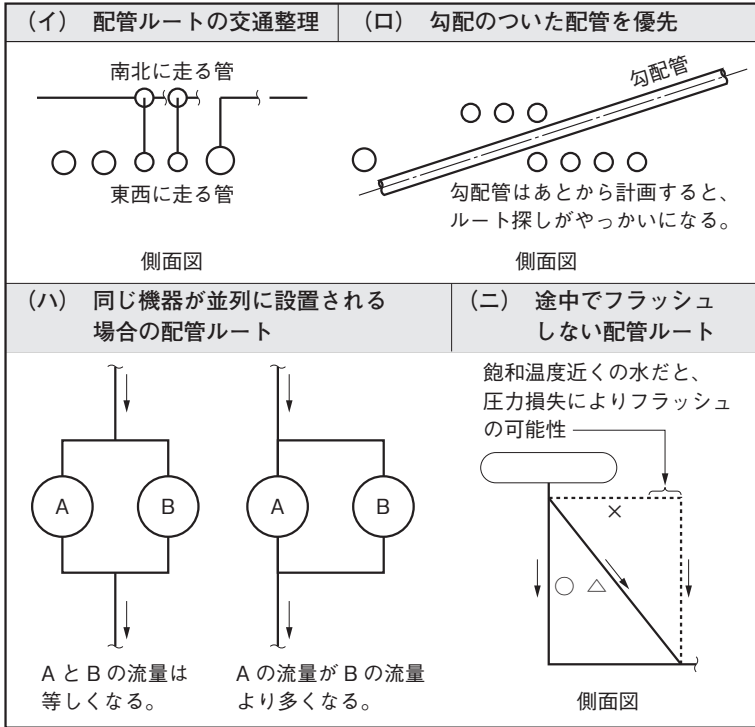

図 1-6 配管ルートの一般原則の例
- ① 建屋内の配管については、空の航路のように配管ルートの通行規制を設けておくと、整然とした配管配置とすることができます。すなわち、各フロアごとに、東西方向と南北方向に走る配管の設置高さを変え、交差するとき、干渉しないようにする（図 1-6 の（イ）参照）
- ② 配管はなるべくまとめて走らせる。その結果、サポートを共通化でき、スペースを効率よく使うことができます
- ③ 配管はなるべく壁に沿って、また柱の近くを走らせる。これによりスペースとサポートを効率化できます
- ④ 通路、プラットホーム（操作台）上にある配管はその下面の高さが原則 2.1 m 以上あること
- ⑤ 大径配管と勾配のある配管や斜めの配管は他の配管に先駆けて、ルートを決める。後から配管の間を縫って斜め配管のルートを探すのは難しい場合が多い（図 1-6 の（ロ）参照）
- ⑥ 飽和蒸気配管は、ドレンの滞留防止のため、一般に 1/50 以上の下りドレン勾配をつける
- ⑫ 配管の始点から終点までスルーして眺めてエレベーション的に問題のないこと（例えば、逆勾配、エアポケット、ドレンポケット、フラッシュしそうな箇所など）
- ⑬ ポンプキャビテーション防止の観点からポンプ吸込み配管は圧力損失をできるだけ小さくする。そのため、曲りを少なく、最短距離で配管する（特に水槽がポンプより下にある場合や水槽が負圧になる場合）
- ⑭ ポンプ性能の低下を防止するため、ポンプ吸込み配管は空気だまりのない配管とする
- ⑮ 同じ機器が並列に設置されている場合は、流量が均等に流れるように要求される場合があります。このようなケースでは、分岐管の部分は対称（シンメトリック）になる配管ルートとする（図 1-6 の（ハ）参照）
- ⑯ フラッシュが危惧されるような流体では、キャビテーション防止のため、機器を出たら水平に配管せず、垂直または急勾配で下げるような配管ルートとし、圧力損失が大きくなる前に静水頭をかせぐこと（図 1-6 の（ニ）参照）